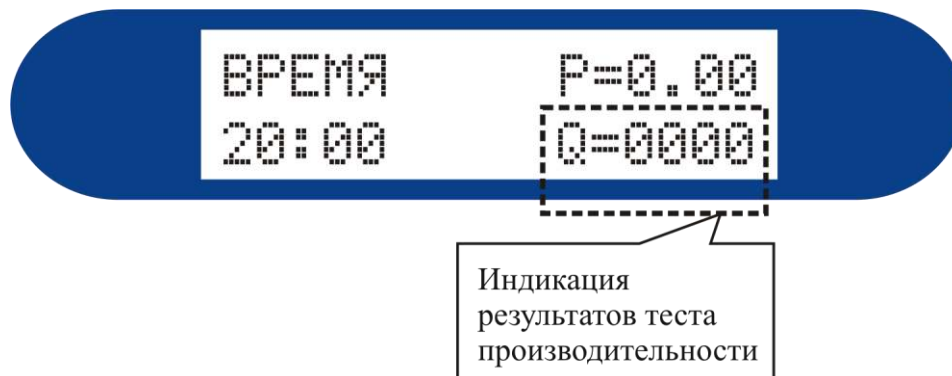

Рисунок 8
5. Нажатием кнопки  $\rightarrow$  выставьте в правом нижнем углу индикатора установки тест производительности (рисунок 8).